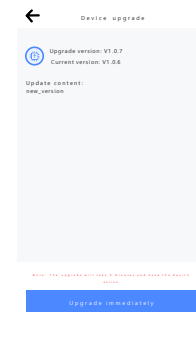

Abbildung 5.8 Geräteupgrade
- b) Nachdem Sie auf „Firmware“ geklickt haben, können Sie die aktuelle Firmware-Versionnummer, die Upgrade-Versionnummer und den Inhalt des Firmware-Updates abfragen, wie in Abbildung 5.8 dargestellt.